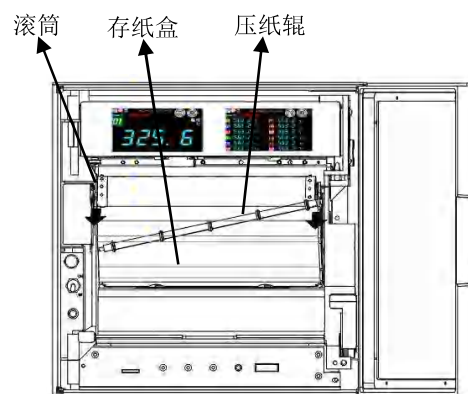

图 5-3 拉出存纸盒
- (1) 记录纸在没有放入之前要抖开弄松。
- (2) 打开门，将压纸辊右按，卸下来。
- (3) 将记录纸的存放部分两头往下按，笔尖离开滚筒（见图 5-3）。再往下按及露出存纸盒。推入纸盒时，只需反方向向上推入到底即可。拉出存纸盒时，请不要将机芯过分拉出。